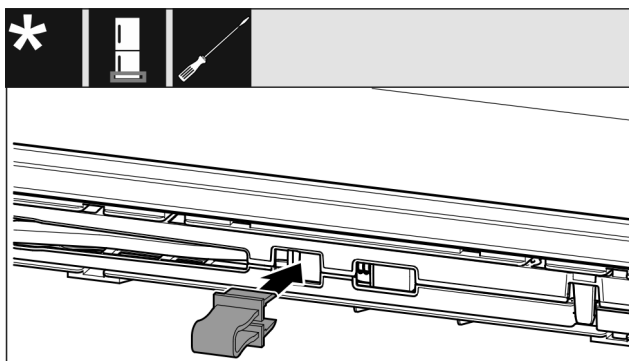

Fig. 15
- Sicherung in Öffnung einrasten. (siehe Fig. 15)